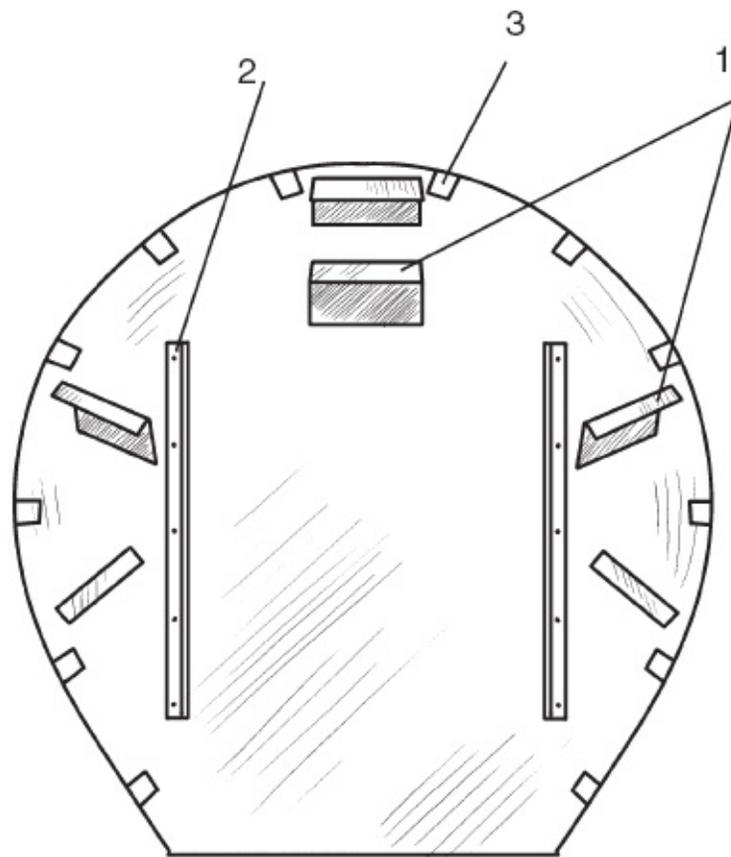

Рис. 62. Дно зольника:
7. После того как все выкройки будут готовы, приступайте к сборке деталей. К доньшку зольника приклепайте стальные уголки, с помощью которых оно будет соединяться с боковыми стенками. Кроме того, прикрепите здесь же направляющие для зольного ящика и п-образные кронштейны (рис. 62).